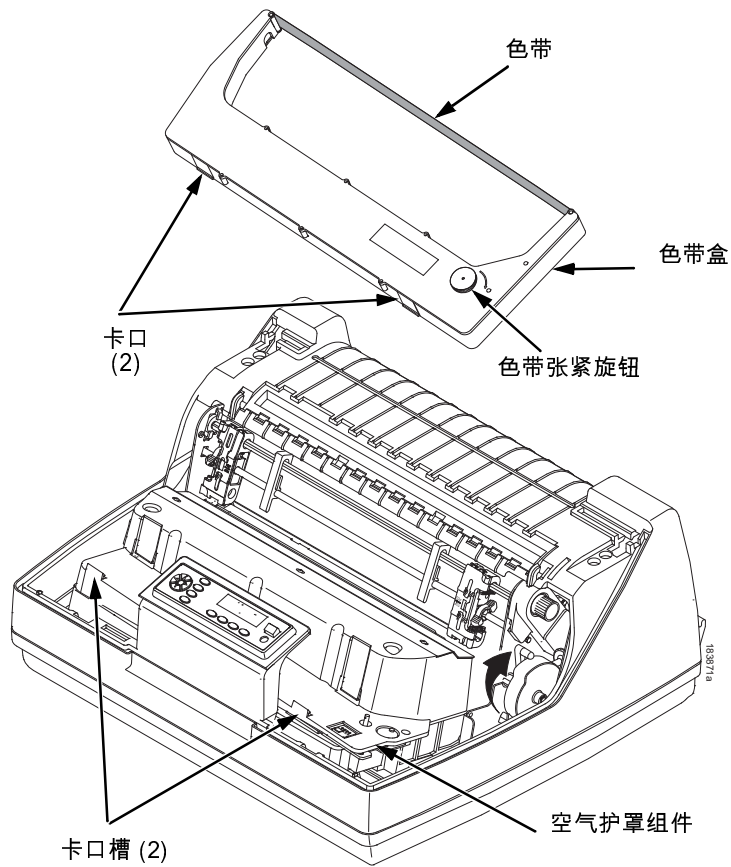

图 2. 安装色带盒
- 将色带盒于一定角度，令靠近您的后侧低于有色带的一侧。寻找位于色带盒外面的两个卡口并将它们塞进空气护罩组件的相应卡口槽中（见图 2）。